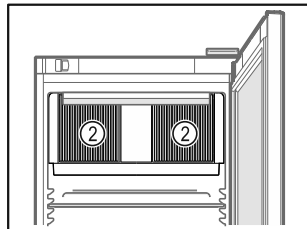

Fig. 50
- Mantenere libere le fessure di ventilazione Fig. 50 (2) della ventola di ricircolo nel vano interno.